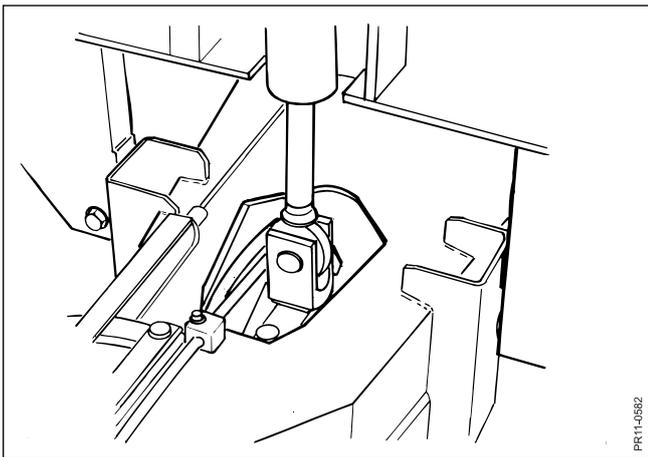

Fig. 9.3
- Fig. 9.3** Bajo ciertas condiciones, restos de forraje pueden juntarse alrededor de la celda de pesaje; Para sacar este forraje, levante el receptáculo y se puede sacar con la mano.